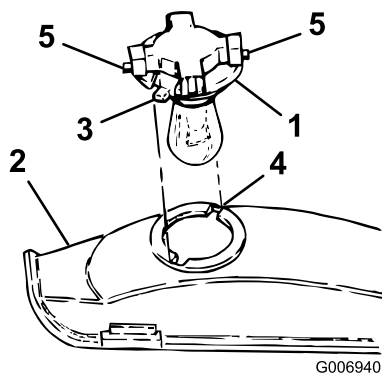

Bild 32
3. Drehen Sie die Birnenfassung um 1/4 Umdrehung nach links und nehmen die Birne aus dem Reflektor heraus (Bild 32).
- Richten Sie die Zungen an der Birnenfassung (Bild 32) mit den Schlitz im Reflektor aus, setzen Sie die Birnenfassung in den Reflektor ein und drehen Sie die Birne nach rechts um eine 1/4 Umdrehung bis zum Anschlag.